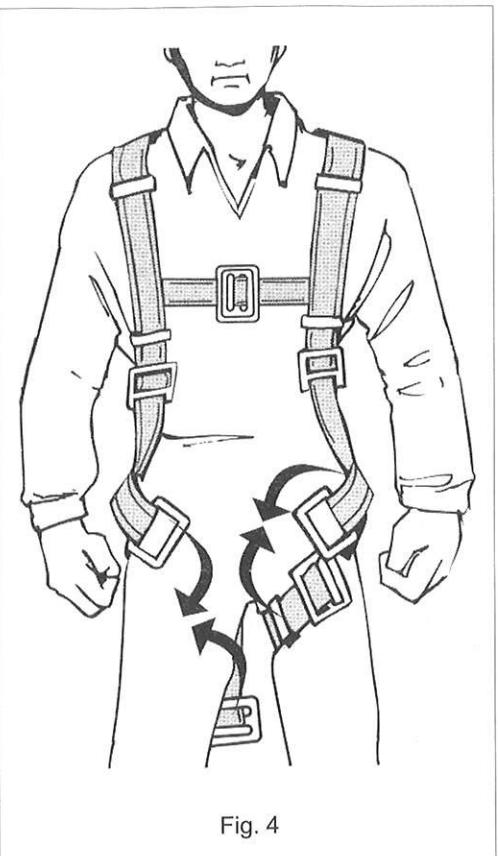

Fig. 4
2. Cierre la hebilla de ajuste (del tipo de inserción) tal como se indica en la fig 4 y ajústela tirando del extremo libre de la cinta.